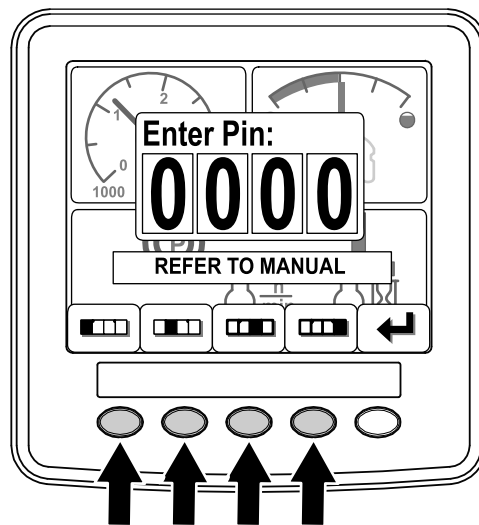

Bild 9
3. Drücken Sie die Tasten 1 bis 4, um den PIN-Code einzugeben (Bild 9).